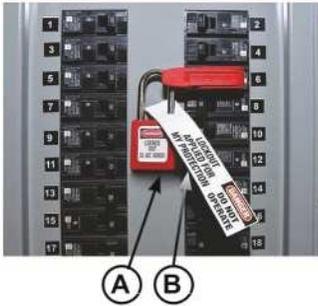

Figura 27
Cuando trabaje con controles electrónicos o eléctricos, asegúrese de que se haya etiquetado (A) y bloqueado (B) la fuente de alimentación conforme a los reglamentos de la OSHA* y los códigos eléctricos locales aprobados, consulte la **Figura 27**.